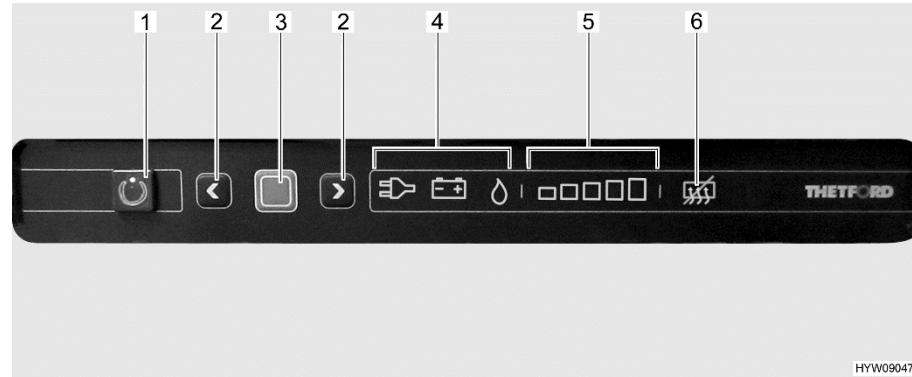

Fig. 146 Elementi di comando (frigorifero Thetford)
La modalità di funzionamento attuale è indicata da un simbolo luminoso (Fig. 146,4) sulla centralina di controllo.
Dopo l'accensione il frigorifero seleziona automaticamente la regolazione del termostato selezionata per ultimo. Questa impostazione può essere modificata manualmente con i tasti freccia (Fig. 146,2). Le barre luminose dell'indicatore del livello di refrigerazione (Fig. 146,5) visualizzano la temperatura selezionata sul termostato. Con i tasti freccia viene regolata la temperatura di refrigerazione per tutti i tre tipi di energia. Ci vogliono alcune ore prima che il frigorifero raggiunga la temperatura normale di esercizio. Cambiando la modalità di funzionamento la regolazione del termostato non viene modificata. La temperatura di refrigerazione è indipendente dal tipo di energia utilizzata.
- Premere il tasto On/Off (Fig. 146,1) per 1 secondo. Il tasto (Fig. 146,1) si illumina di verde. Dopo ca. 10 secondi, l'indicatore viene attenuato per risparmiare energia.
- Premere il tasto di conferma (Fig. 146,3). L'impostazione attuale della modalità di funzionamento viene visualizzata.
- Se non è impostata la modalità di funzionamento a gas: Per modificare l'impostazione, premere il tasto di conferma (Fig. 146,3) per ca. 2 secondi.
- Selezionare la modalità di funzionamento a gas con i tasti freccia (Fig. 146,2). L'alimentazione del gas è ora aperta. L'accensione avviene automaticamente. È udibile un ticchettio fino a quando procedura di accensione non è stata portata a termine.
- Premere il tasto di conferma (Fig. 146,3) per ca. 2 secondi.
- Premere nuovamente il tasto di conferma (Fig. 146,3). Il livello di refrigerazione attuale viene indicato dalle barre luminose (Fig. 146,5).
- Per modificare l'impostazione, premere i tasti freccia (Fig. 146,2) fino a visualizzare l'impostazione desiderata.
- Premere il tasto On/Off (Fig. 146,1) per ca. 2 secondi. Tutte le spie si spengono. Il frigorifero è spento.
- Se non è impostata la modalità di funzionamento 230 V: Per modificare l'impostazione, premere il tasto di conferma (Fig. 146,3) per ca. 2 secondi.
- Selezionare la modalità di funzionamento 230 V con i tasti freccia (Fig. 146,2).
- Se non è impostata la modalità di funzionamento 12 V: Per modificare l'impostazione, premere il tasto di conferma (Fig. 146,3) per ca. 2 secondi.
- Selezionare la modalità di funzionamento 12 V con i tasti freccia (Fig. 146,2).
**Spegnimento:** ■ Premere contemporaneamente entrambi i tasti freccia (Fig. 146,2) e tenerli premuti per 2 secondi. Il simbolo di disattivazione della funzione anti-condensa (Fig. 146,6) si illumina.
**Accensione:** ■ Premere di nuovo contemporaneamente entrambi i tasti freccia (Fig. 146,2) e tenerli premuti per 2 secondi. Il simbolo di disattivazione della funzione anti-condensa (Fig. 146,6) si spegne.